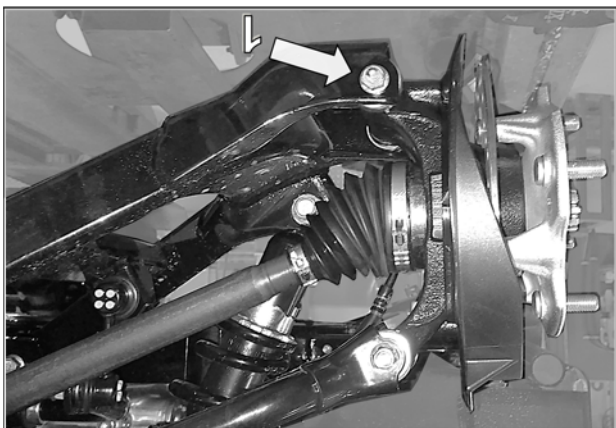

Fig. 6
5. Retirer le boulon (1) qui fixe le bras de suspension intérieur au moyen de roue. Voir la Fig. 6